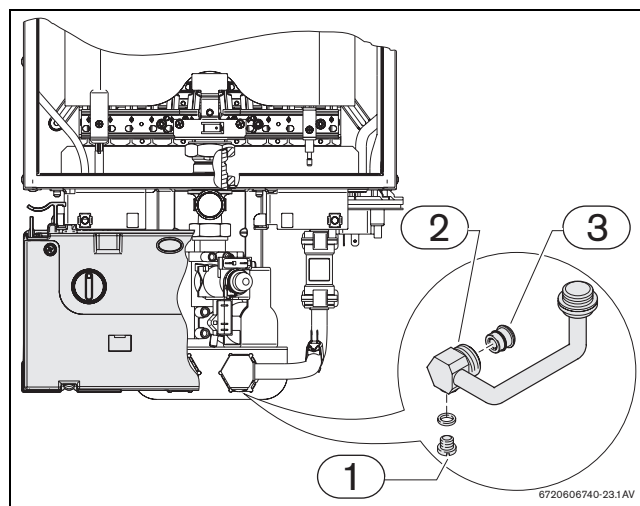

Fig. 7
- ▶ svitare ed asportare la vite di scarico (→Fig. 7, pos. 1).
- Non installare l'apparecchio in ambienti che presentino rischi in cui la temperatura possa scendere a 0° C. Nel caso, chiudere il rubinetto d'ingresso acqua fredda (→Fig. 2, pos. 230), aprire un rubinetto d'acqua calda, svitare con una chiave di misura corrispondente l'apposita vite (→Fig. 7, pos. 3) e scaricare l'acqua presente nell'apparecchio.